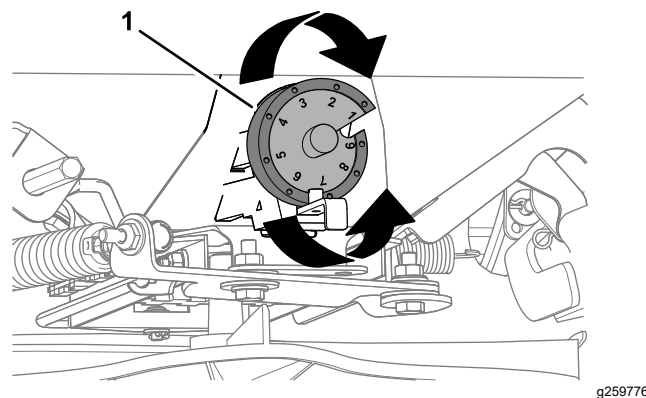

Figure 22
- Tournez la came de dosage (Figure 22) à la position de réglage déterminée à l'opération 4.